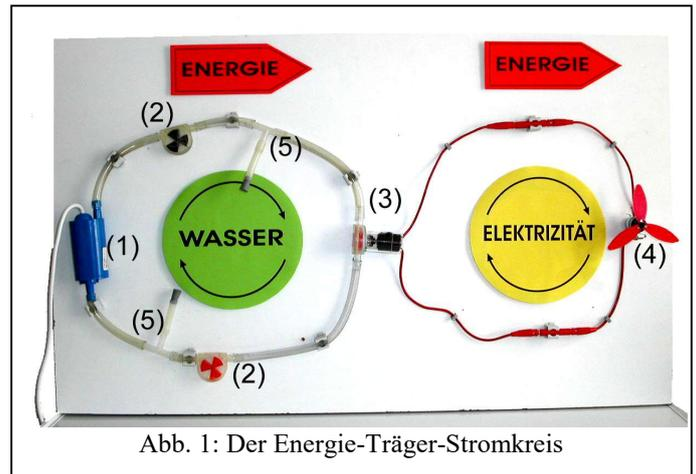
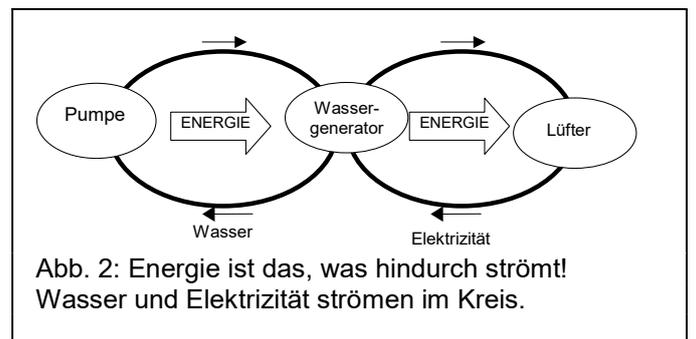

Abb. 1: Der Energie-Träger-Stromkreis
Abb. 2: Energie ist das, was hindurch strömt! Wasser und Elektrizität strömen im Kreis.
Energie strömt nie allein, bzw. wird nie allein ausgetauscht, sondern immer mit einer zweiten physikalischen Größe zusammen. Diese zweite Größe kennzeichnet die „äußere Erscheinungsform“ des Energietransports. Um die Energie klar von den begleitenden Größen zu unterscheiden, wurde der in Abbildung 1 dargestellte Versuchsaufbau [4] entwickelt, durch den die Schülerinnen und Schüler diesen Unterschied bildhaft erleben können: Eine mit einem Netzgerät verbundene Pumpe (1) treibt Wasser an, das Wasser einen „Wassergenerator“ (3) und dieser einen elektrischer „Lüfter“ (4). Da ein Propeller zum Antrieb Energie benötigt, kann der „Weg“ der Energie zurückverfolgt werden: sie kommt vom „Wassergenerator“, von der Pumpe, vom Netzgerät bzw. von einem Kraftwerk,.... Die Energie ist das, was durch alle Stationen hindurch geht. Dies wird durch die Energiepfeile symbolisiert (Abb. 2). Auf diese Weise wird der „Erhaltungsaspekt“ der Energie betont. Das Wasser und die Elektrizität nehmen dagegen *andere Wege*: sie strömen im Kreis. Deshalb werden zwischen Pumpe und Turbine *zwei* Schläuche, zwischen Generator und Lüfter *zwei* Kabel benötigt. Dass die Energie und die zweite am Energietransport beteiligte physikalische Größe *unterschiedliche Wege* nehmen, ist ein entscheidendes Kriterium, durch das wir die Energie von den sie begleitenden Größe unterscheiden können. Die Tatsache, dass Energie nie alleine strömen kann, sondern immer zusammen mit einer zweiten Größe strömen muss, können wir durch das „Energie-Träger-Bild“ verbildlichen: die zweite physikalische Größe hat die Aufgabe eines „Energieträgers“: in der Pumpe wird Energie auf den Energieträger Wasser, im Generator auf den Energieträger Elektrizität geladen. Das Wasser bzw. die Elektrizität transportieren die Energie zum Wassergenerator bzw. zum Lüfter. Dort wird sie auf einen nächsten Energieträger „umgeladen“. Das Wasser, die Elektrizität strömen durch die zweite Verbindung zurück, um von Neuem mit Energie beladen zu werden.
Fragen wie: „Worin unterscheidet sich eigentlich das Wasser in Abbildung 1 vor und nach dem Wassergenerator?“ „Worin unterscheidet sich die Elektrizität vor und nach dem Lüfter?“ führen zu den Begriffen „Druck p“ und „elektrisches Potenzial ϕ “. Beide physikalische Größen haben eine analoge Bedeutung: sie geben an, wie viel Energie von dem jeweiligen Energieträger transportiert wird. Ihre Differenz Δp bzw. $\Delta \phi$ gibt an, wie viel Energie in einem System vom Wasser bzw. von der Elektrizität aufgeladen, bzw. abgeladen wird. In angegebenen Literatur wird ausführlich dargelegt, wie diese im Anfängerunterricht bildhaft eingeführten Konzepte im weiterführenden Unterricht immer weiter geschärft und präzisiert werden können.
Mit dem neu konzipierten chemischen Energie-Träger-Stromkreis, kann nun die Brücke zur Chemie geschlagen werden. Der in Abbildung 1 abgebildete hydraulische Stromkreis wird ersetzt durch einen „chemischen Stromkreis“, der aus einem Elektrolyseur (1), einer Brennstoffzelle (2) und den zugehörigen Verbindungsschläuchen besteht. In einem einführenden Versuch ist der Elektrolyseur an einem Netzgerät angeschlossen. Kurze Zeit nach dem Einschalten beginnt sich der Lüfter zu drehen. Die Schülerinnen und Schüler können nun beginnen die zuvor am „hyd-